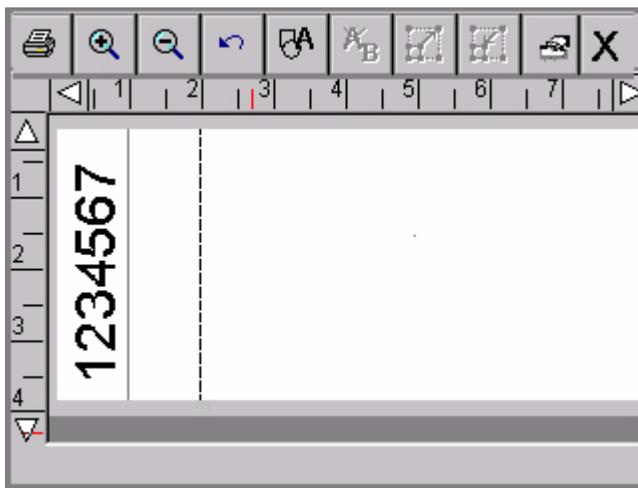
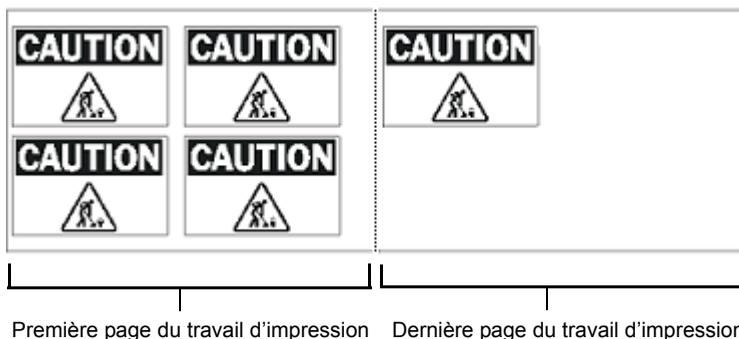

Figure 11-1. Exemple de petite étiquette
Figure 11-2. Exemples d'étiquettes imprimées avec l'option Optimiseur de support
**Une page correspond à la zone comprise entre l'amorce du support (endroit où commence l'étiquette) et la découpe.** Une page peut contenir une ou plusieurs étiquettes et son format minimal est égal à 51 mm. La Figure 11-1 et la Figure 11-2 illustrent des exemples de page.
**Remarque :** La longueur de l'étiquette et les lignes de rognage de la Figure 11-1 illustrent les notions abordées ici. Ces lignes ne s'affichent pas à l'écran.
**Conseil** Si vous activez l'option **Optimiseur de support**, vous pourrez imprimer plusieurs copies d'une petite étiquette pour occuper la longueur de page minimale (51 mm). Si vous imprimez deux copies de l'étiquette illustrée à la Figure 11-1 à la page 11-3, par exemple, la fonction **Optimiseur de support** imprimera les étiquettes verticalement de façon à occuper la zone de page minimale. Pour plus d'informations, Reportez-vous à la section **Option Optimiseur de support**, à la page 11-23.